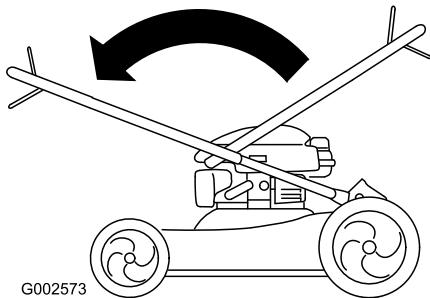

Figure 3
1. Dépliez la moitié supérieure du guidon vers l'avant jusqu'à ce que les deux moitiés soient dans le prolongement l'une de l'autre et s'emboîtent ensemble correctement, comme illustré (Figure 3).